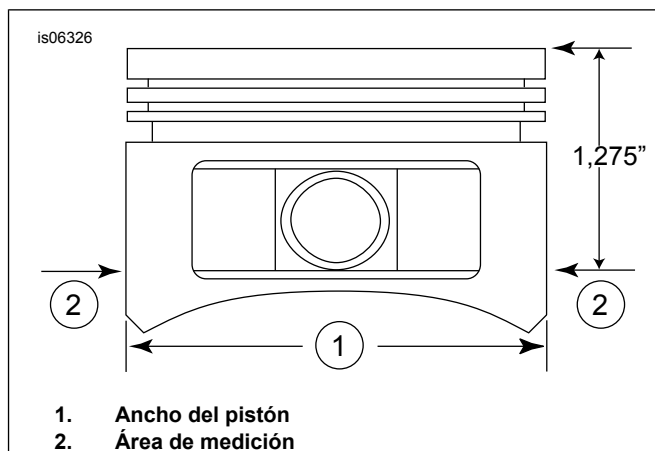

Figura 2. Mediciones del pistón
5. Vea Figura 2 . Mida el ancho del pistón (1), 90 grados horizontalmente desde ambos lados del orificio del pasador del pistón y 1,275 pulgadas. (32,385 mm) por debajo de la superficie de la cubierta (superior) del pistón (2). Vea Tabla 11 para saber cuál es el ajuste del pistón al cilindro en esta ubicación.